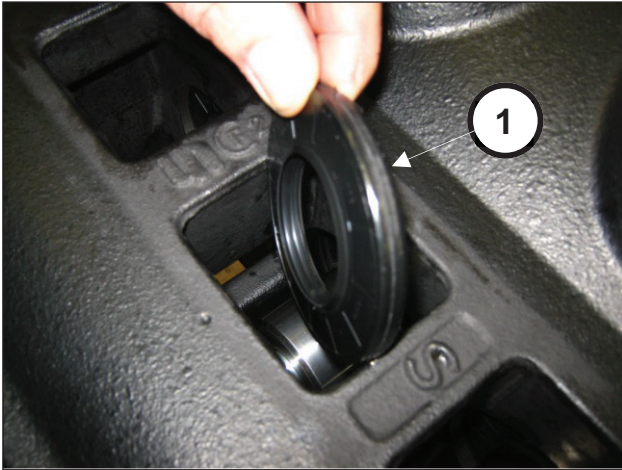

Abb. 38
Entfernen Sie das Werkzeug und ziehen Sie den Ölabbstreifring heraus (Pos. ①, Abb. 38).